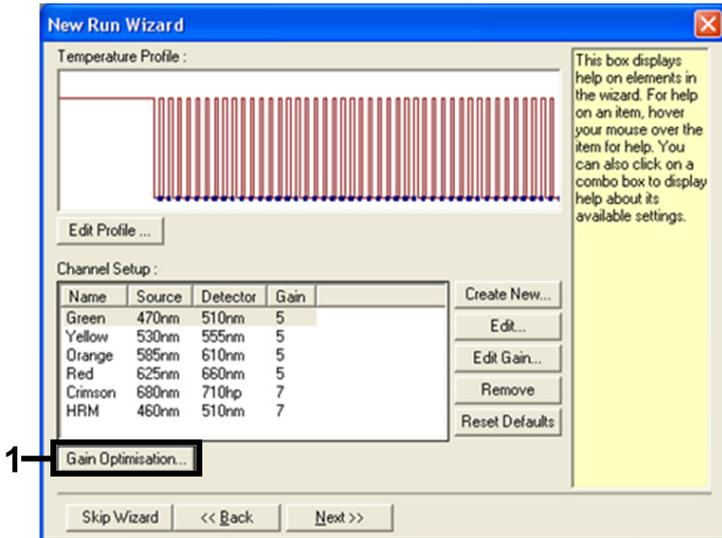

Abbildung 10. „Gain Optimization“ (Verstärkungsoptimierung).
12. Klicken Sie im nächsten Dialogfeld auf Gain Optimisation (Verstärkungsoptimierung) (Abbildung 10).